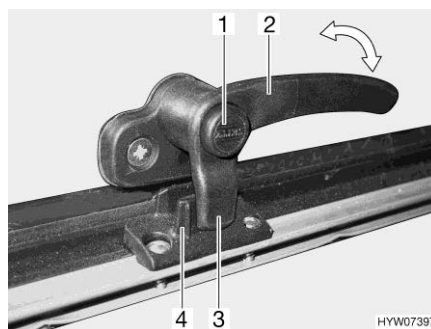
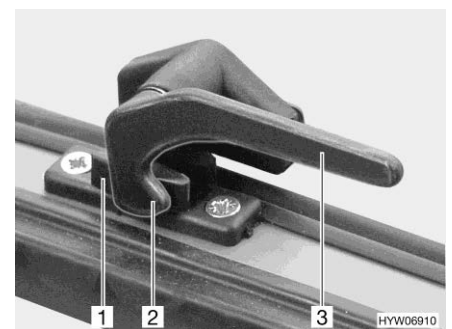

Fig. 117 Palanca de bloqueo con botón de seguridad en la posición "cerrada"
Fig. 118 Palanca de bloqueo en la posición "cerrada"
- Si existe, pulsar el botón de seguridad (Fig. 117,1) y mantenerlo pulsado.
- Girar toda la palanca de bloqueo (Fig. 117,2 ó Fig. 118,3) un cuarto de vuelta hacia el centro de la claraboya.
- Girar todas las palancas de bloqueo (Fig. 117,2 ó Fig. 118,3) un cuarto de vuelta hacia el marco. El saliente de bloqueo (Fig. 117,3 ó Fig. 118,2) se encuentra en la cara interior del bloqueo de la claraboya (Fig. 117,4 ó Fig. 118,1).
- En la posición "cerrada fijamente" (Fig. 117 y Fig. 118)